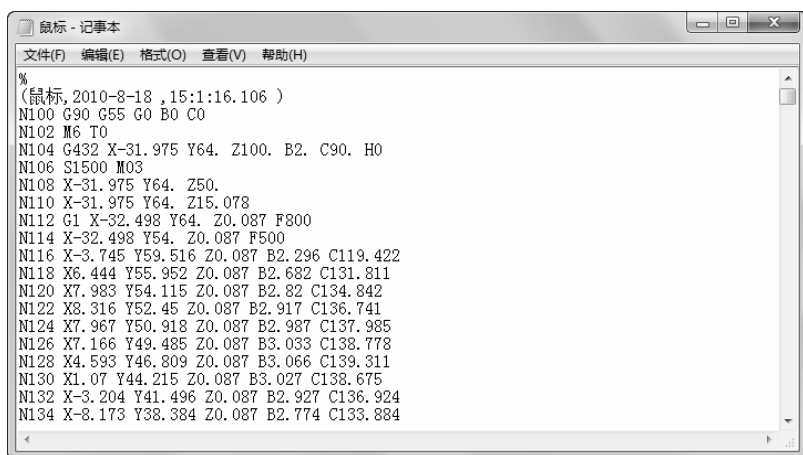

图 5-69 生成的 G 代码
3) 单击“生成后置代码”对话框的“确定”按钮后,按系统提示分别拾取粗加工轨迹,单击鼠标右键确定,系统自动弹出数控程序,如图 5-69 所示。